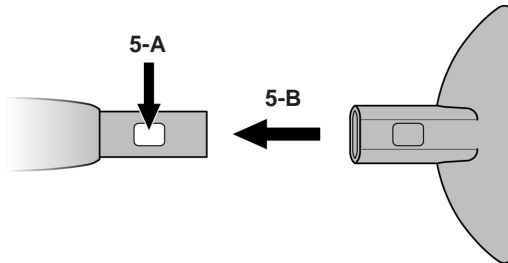

FIGURA 5
2. Presione el botón azul de bloqueo/apertura (FIGURA 5-A). Mientras mantiene presionado el botón, deslice la Boquilla de Tela hacia la Boquilla de Vapor (FIGURA 5-B). Empuje la Boquilla de Tela por encima del botón y siga empujándola hasta que el botón encaje en el orificio rectangular.